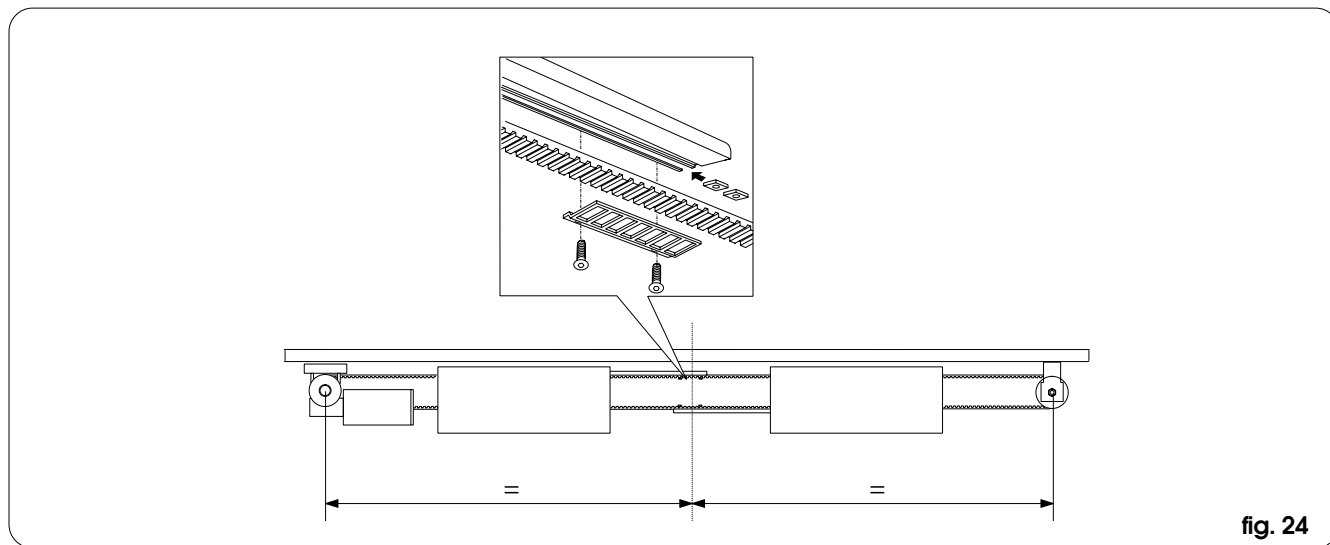

fig. 24
- Nelle porte a doppia anta: montare la seconda asta di movimentazione come in fig. 24.